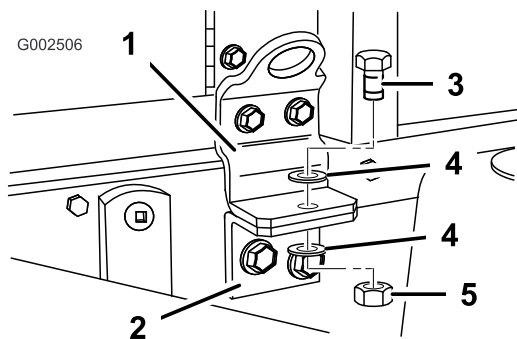

図 44
3. タンク台の前部から、安全ボルトを取り外す（図 44）。